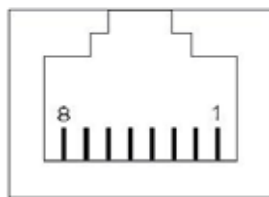

图 2.6 RJ45 接口引脚排列
- ✦ RJ45 接口管脚排列如图 2.6 所示，引脚说明如表 2.3 所示。